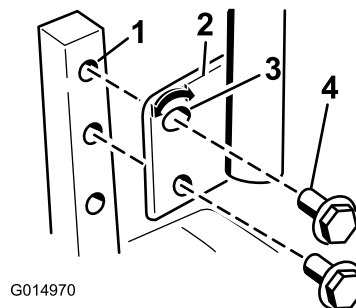

Figura 26
1. Retire los 2 pernos que fijan la palanca de control al brazo de la palanca ().Figura 26
2. Mueva la palanca al juego de taladros siguiente. Fije la palanca con los 2 pernos ().Figura 26
2. Afloje el perno inferior lo suficiente para poder desplazar hacia adelante o hacia atrás la palanca de control (Figura 26). Apriete ambos pernos para fijar el control en la posición nueva.